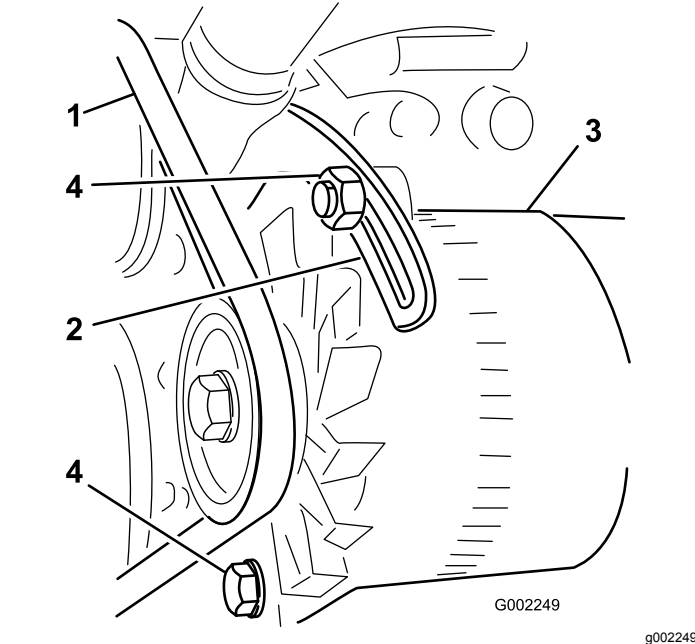

图 88
3. 松开将皮带环形支架固定到发动机的螺栓、以及将发电机固定到皮带环形支架上的螺栓 **图 88**。